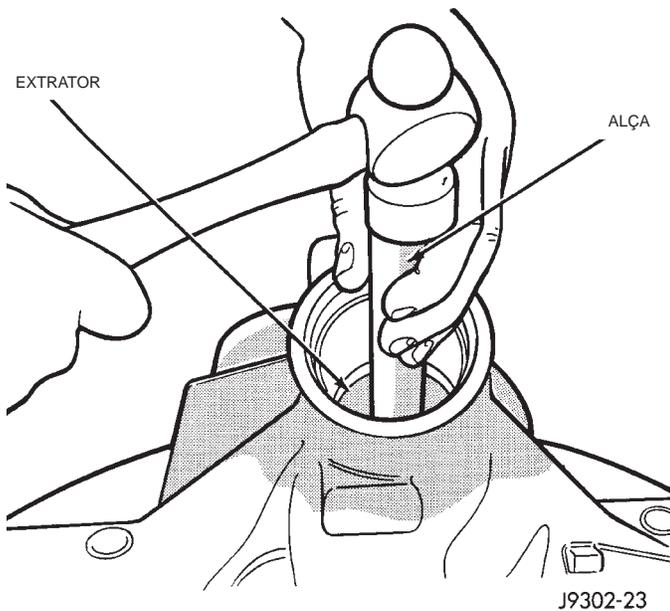

Fig. 29 Remoção da Tapa do Rolamento Traseira
(11) Remova a tampa do rolamento traseira do alojamento (Fig. 29). Utilize: